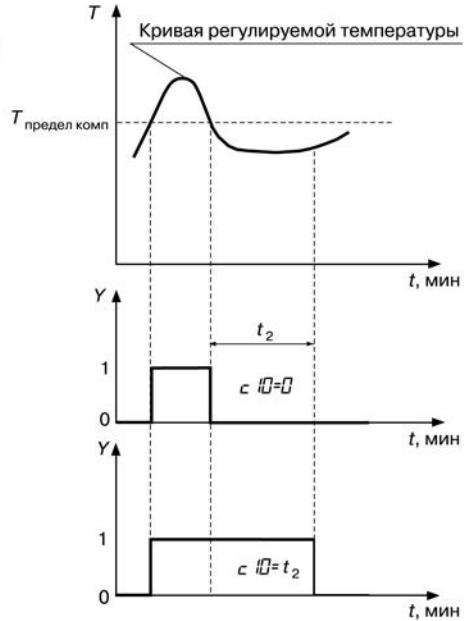

Рис. 3.21. Задержка отпущения компаратора: компаратор "отпустил"
- если больше, то по истечении времени t_2 происходит отпущение компаратора (рисунок 3.21).